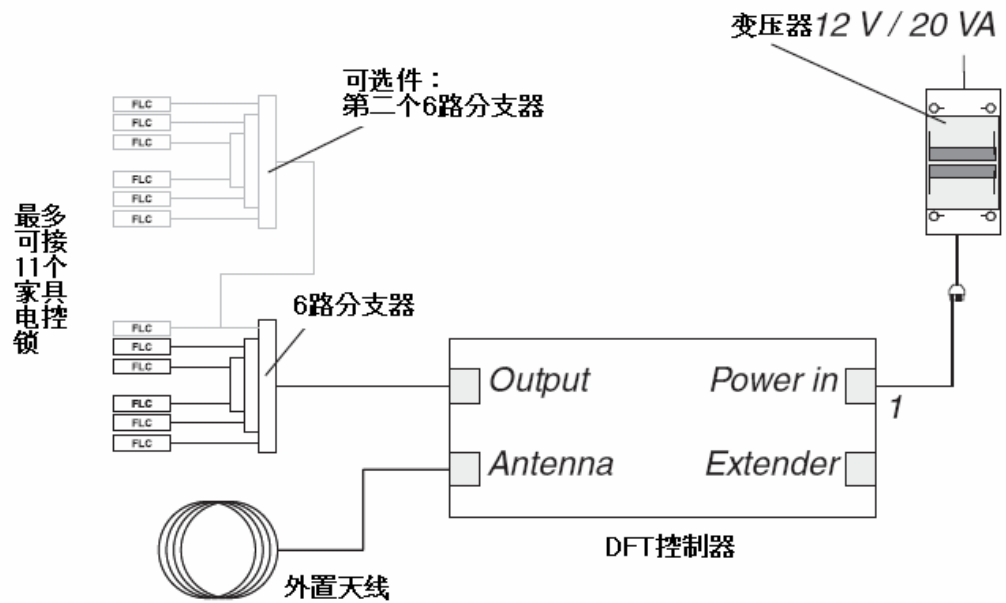

图8a 家具电控锁 (DFT) 外接天线
3. 如果使用了第二个分支器，按图 8a 连接。
按图 8a/b/c 连接所有线缆。